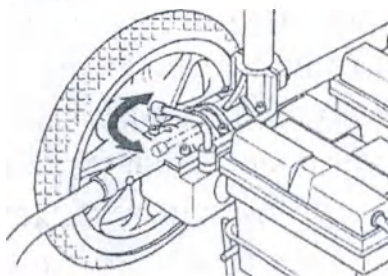

Рис.1.4
5.3.4 Отключение электропривода позволяет перемещать кресло сопровождающему лицу. Поверните рукоятку сцепления (Рис.1.4), при этом электроколяска снимается с